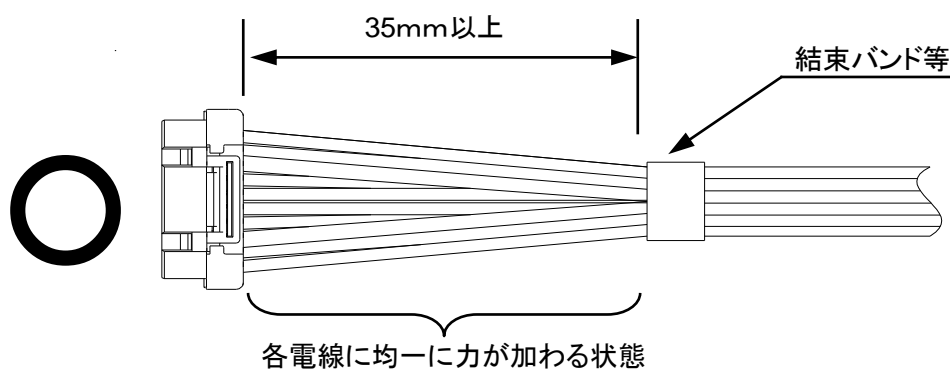

Fig.5 適切なハーネス結束状態
- ① 電線の結束は、コネクタから 35mm 以上のところで、電線に加わる力が均一になるようにして下さい。(Fig.5)